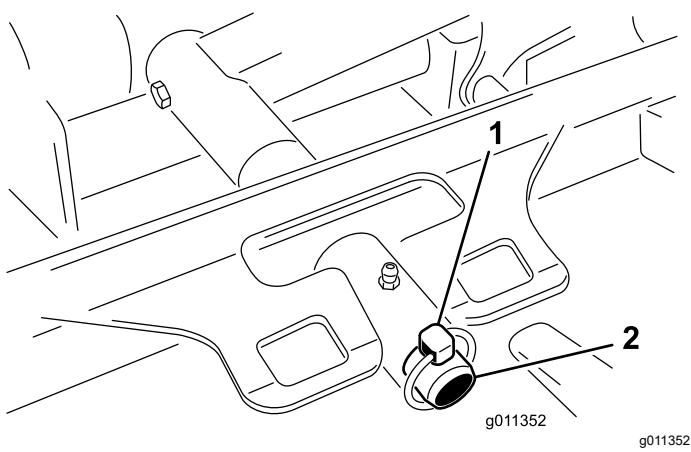

図 93
- カッティングユニットのキャリアフレームを昇降アームのピボットピンに固定しているリンチピングランダマスター4500またはリテーナナットグランドマスター4700を外す図 93。
- カッティングユニットのキャリアフレームを昇降アームのピボットピンにセットする図 93。カッティングユニットをピンに取り付けるリンチピングランダマスター4500またはリテーナナットグランドマスター4700を使用する。